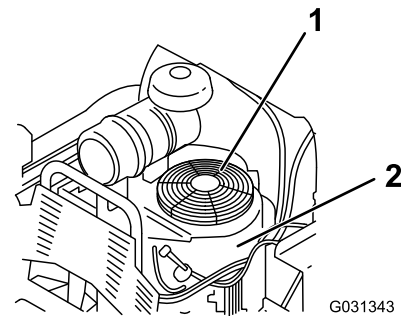

Figure 67
3. Déposez la grille d'entrée d'air et le carter du ventilateur (Figure 67).
5. Reposez la grille, la prise d'air et le carter du ventilateur (Figure 67).